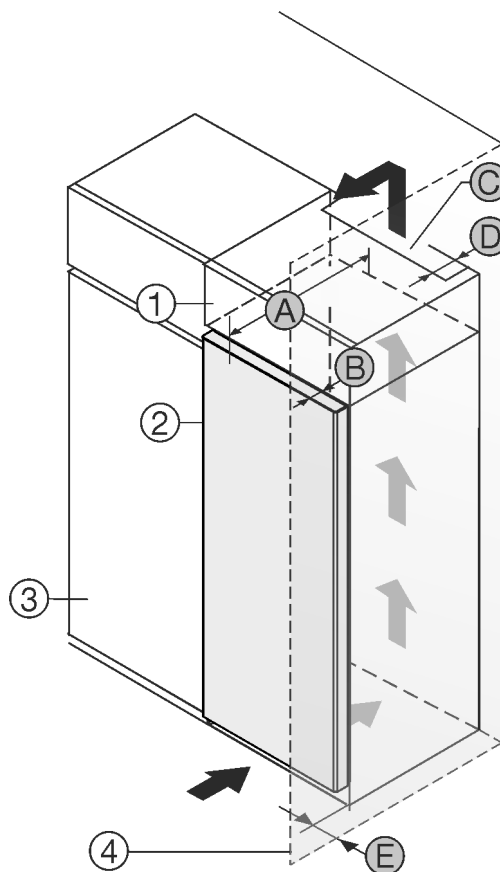

Fig. 1
Aparat lahko postavite neposredno ob kuhinjsko omaro Fig. 1 (3)*
Na zadnji strani nadgradne omare mora biti zaradi prezračevanja in odzračevanja po vsej širini nadgradne omare prezračevalni jašek globine Fig. 1 (D)*
Pod stropom je treba upoštevati presek prezračevanja Fig. 1 (C)*
Če aparat postavite s tečaji ob steni Fig. 1 (4), mora razdalja med aparatom in steno znašati vsaj 13 mm *
Da lahko vrata povsem odprete, mora aparat štrleti ven vsaj za globino vrat Fig. 1 (B) glede na sprednji del kuhinjske omarice. Odvisno od globine kuhinjskih omaric Fig. 1 (3) in uporabe stenskih distančnikov lahko aparat štrli bolj ven.*